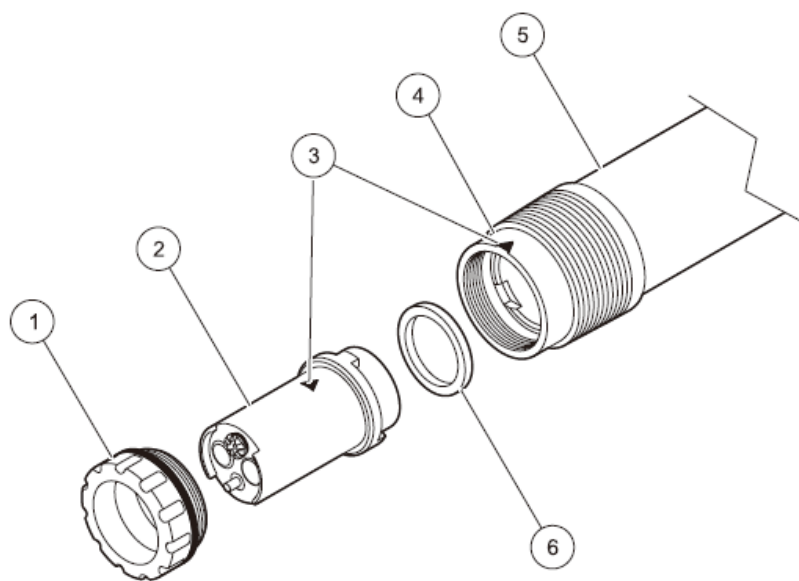

图 8 传感器组件
重要提示：在传感器适配器中，只有一个位置可以正确安装传感器柱。注意传感器柱以及传感器适配器上的标识。（见 14 页上的图 8）
- 3、将传感器柱上的标识与传感器适配器对齐（见 14 页上的图 8），并将传感器柱连接到传感器适配器上。